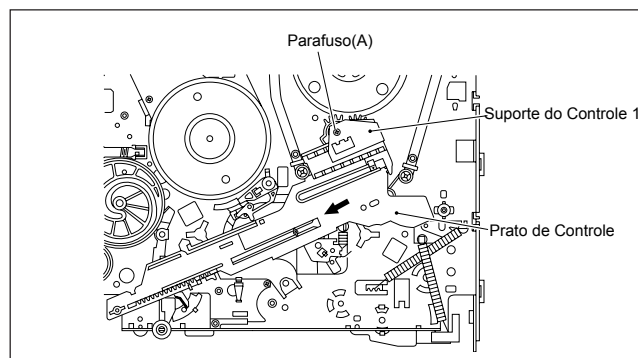

Fig. 2-2-15a
- (1) Remova o parafuso (A) que segura o suporte de controle 1 e remova-o.
- (2) Deslize o Prato de Controle como indicado pela seta e remova-o. (Veja Fig.2-2-15a.)